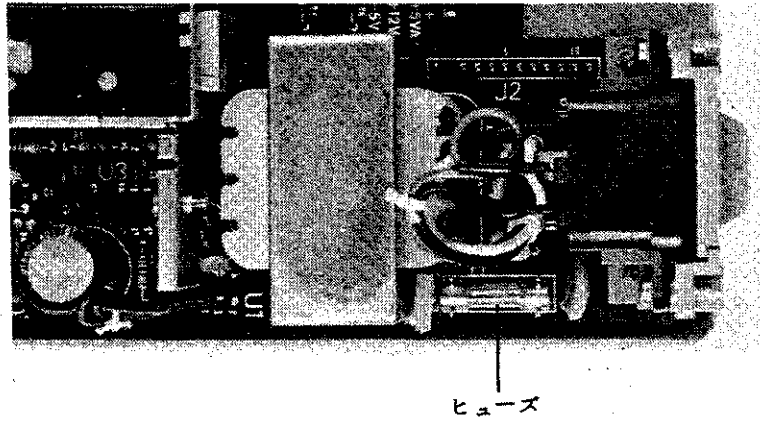

図3-16 電源ヒューズの位置
③ 電源ヒューズは、トランスの近くにあります。[図3-16参照]